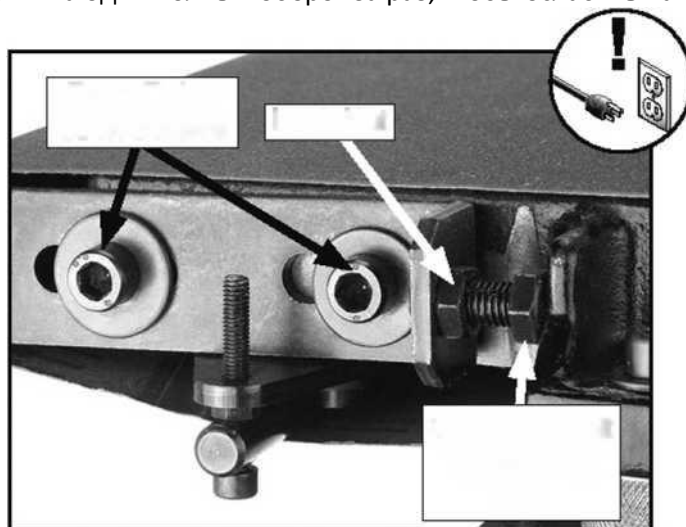

Рисунок 41. Органы управления натяжением конвейерной ленты.
2. С помощью перманентного маркера отметьте переднюю часть болта натяжения подающего ремня (см. Рис. 41) с обеих сторон. Этот шаг поможет вам вернуть болты в исходное положение, сократив необходимое количество настроек.